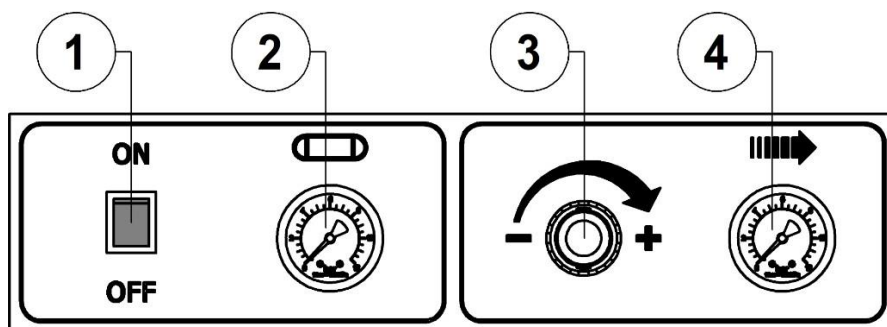

Рисунок 2 - Панель управления
Подсоедините вилку питающего кабеля компрессора к электрической сети. Включите компрессор выключателем **1** (рис. 2). на панели управления. Для этого необходимо переключить выключатель в положение "ON". Включенное состояние сигнализируется подсветкой выключателя **1** (рис. 2).
- Выключить компрессор выключателем **1** на панели управления (рис. 2). Для этого необходимо переключить выключатель в положение **OFF**. После этого остановится электродвигатель и произойдет сброс давления из нагнетательного воздухопровода и поршневого блока.
7.4.1 Настройка давления сжатого воздуха осуществляется регулятором давления **3** следующим образом (рис. 2):
- Переключите выключатель **1** на панели управления (рис. 2) в положение "OFF".